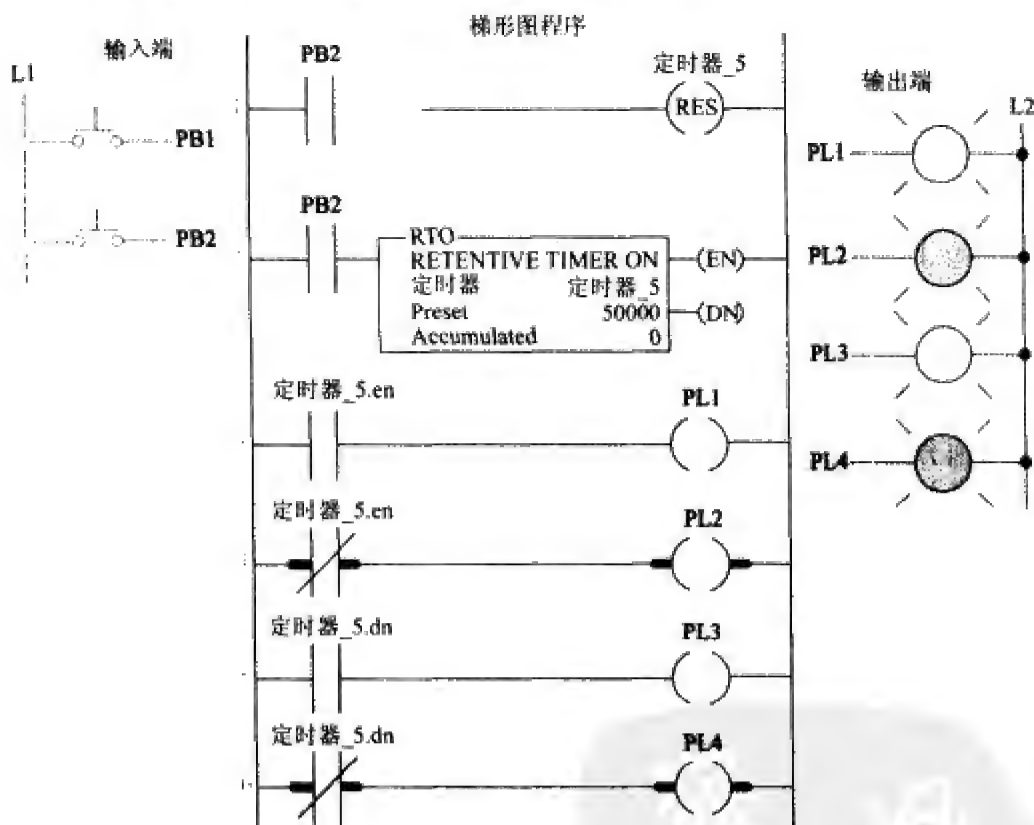

图 7-33
4. 研究图 7-33 所示的梯形图程序, 并且回答以下问题: